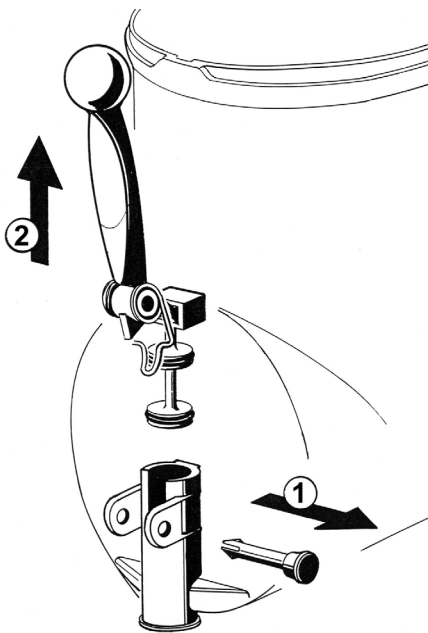

figura 12
5 Extraiga el grifo desatornillando el perno de bloqueo y tirando la palanca hacia arriba. (ver figura 12).
- 3 Armar de nuevo el grifo sobre el contenedor siguiendo la secuencia inversa a la detallada para el desmontaje (vedere figura 12).